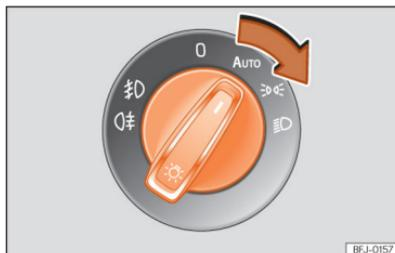

Abb. 103 Instrumententafel: Bedienelement Licht
• Schalten Sie die Zündung ein und stellen Sie den Lichtschalter in die gewünschte Position » » (Abb. 103):